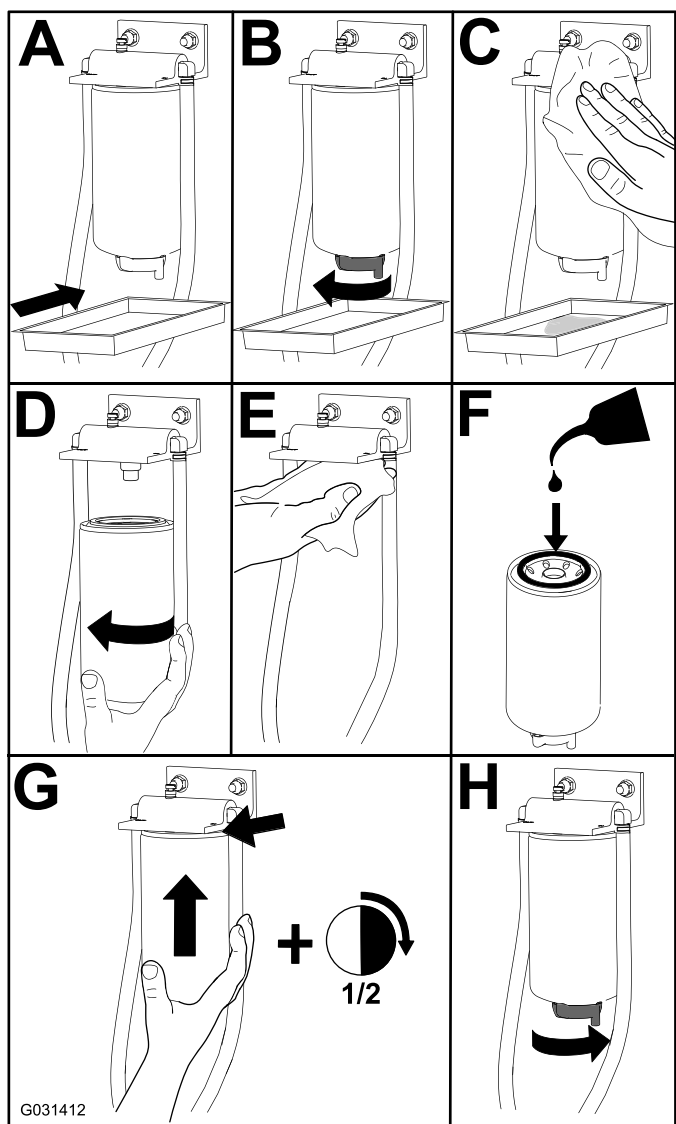

Рисунок 43
1. Замените фильтр, как показано на Рисунок 43.